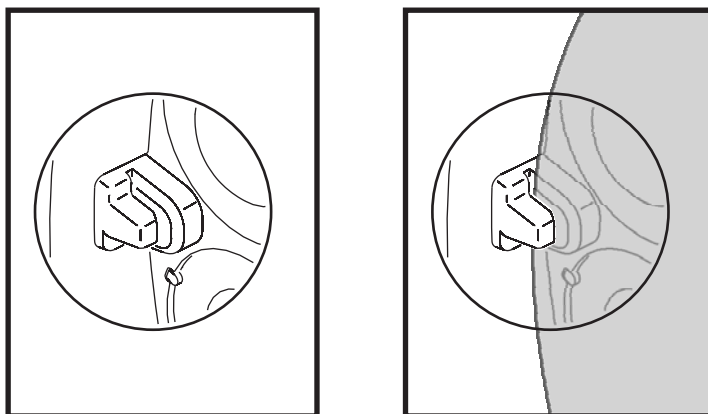

Figure 5: Onglets de fixation des filtres
3. Placez le filtre diffuseur sur la plaque de lentilles de façon à ce que les détrompeurs découpés dans le diffuseur viennent sur les onglets de la plaque de lentilles. (voir Figure 5).